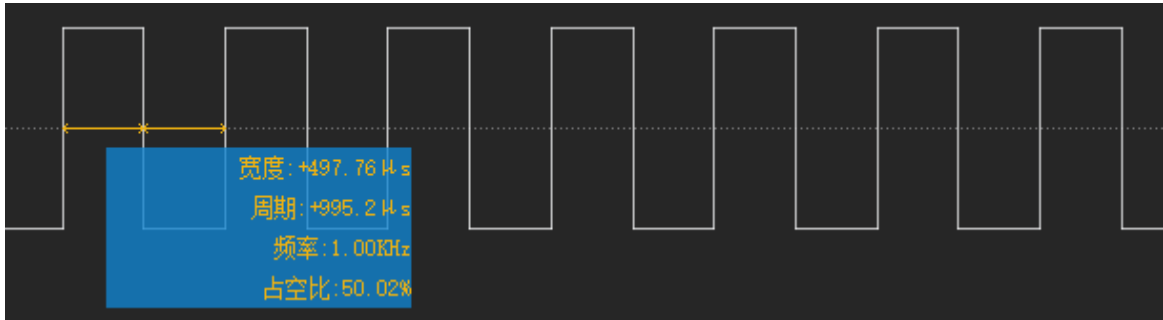
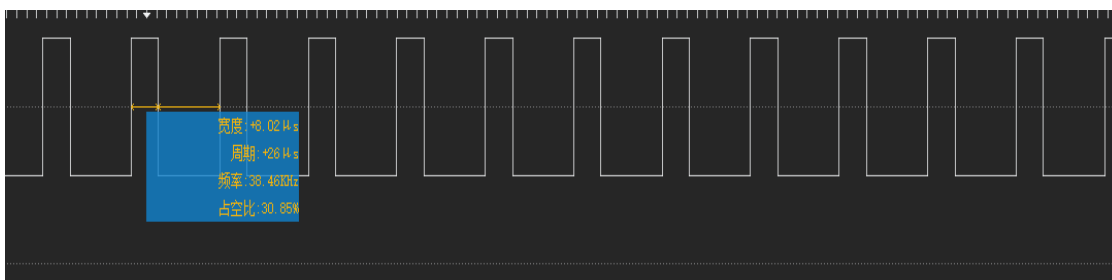

图 3.3.1 翻转 IO 输出
图 3.4.1 载波输出
3. 通过示波器或逻辑分析仪查看如图 3.2.1、图 3.3.1、图 3.4.1 波形